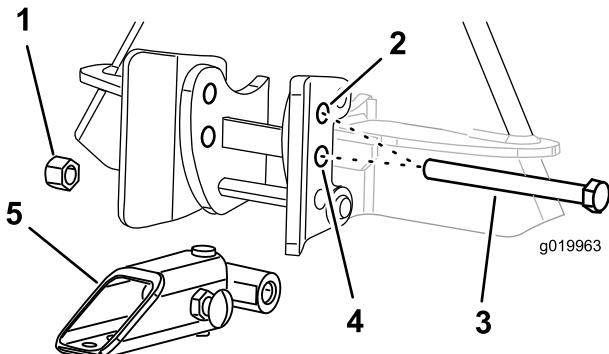

**Figura 9**
2. Deslize o pino através da placa de paragem do lado esquerdo e através do furo inferior na outra placa de paragem da forquilha (Figura 8 e Figura 9).
3. Deslize uma anilha para o passador de forquilha e prenda com o contrapino, dobrando as extremidades do contrapino para o prender (Figura 9).